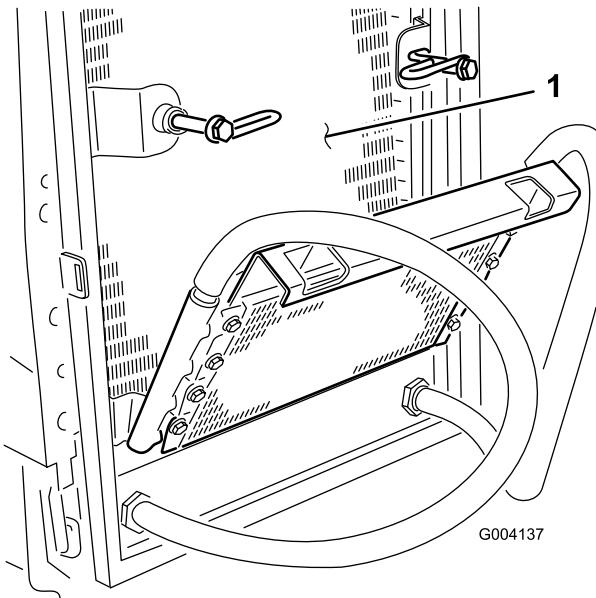

Figure 58
7. Nettoyez le radiateur à l'air comprimé basse pression 3,45 bar appliquée du côté ventilateur (n'utilisez pas d'eau). Répétez la procédure par l'avant du radiateur puis recommencez du côté ventilateur. Nettoyez soigneusement les deux côtés du refroidisseur d'huile. Après avoir nettoyé soigneusement le radiateur et les refroidisseurs d'huile, enlevez les débris éventuellement accumulés sur d'autres parties de la machine (Figure 58) à l'air comprimé.